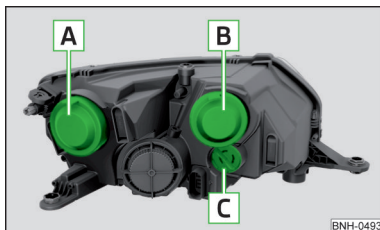

Fig. 180
Orden de bombillas » fig. 180
- » Retirar la tapa protectora **A** » fig. 180 de la pág. 186.
» Retirar la tapa protectora **A** » fig. 180 de la pág. 186.
- » Retirar la tapa protectora **B** » fig. 180 de la pág. 186.
- » Colocar la tapa protectora **B** » fig. 180 de la pág. 186.
- Retirar la tapa protectora [B] » fig. 180 de la pág. 186.
- Colocar la tapa protectora [B] » fig. 180 de la pág. 186.